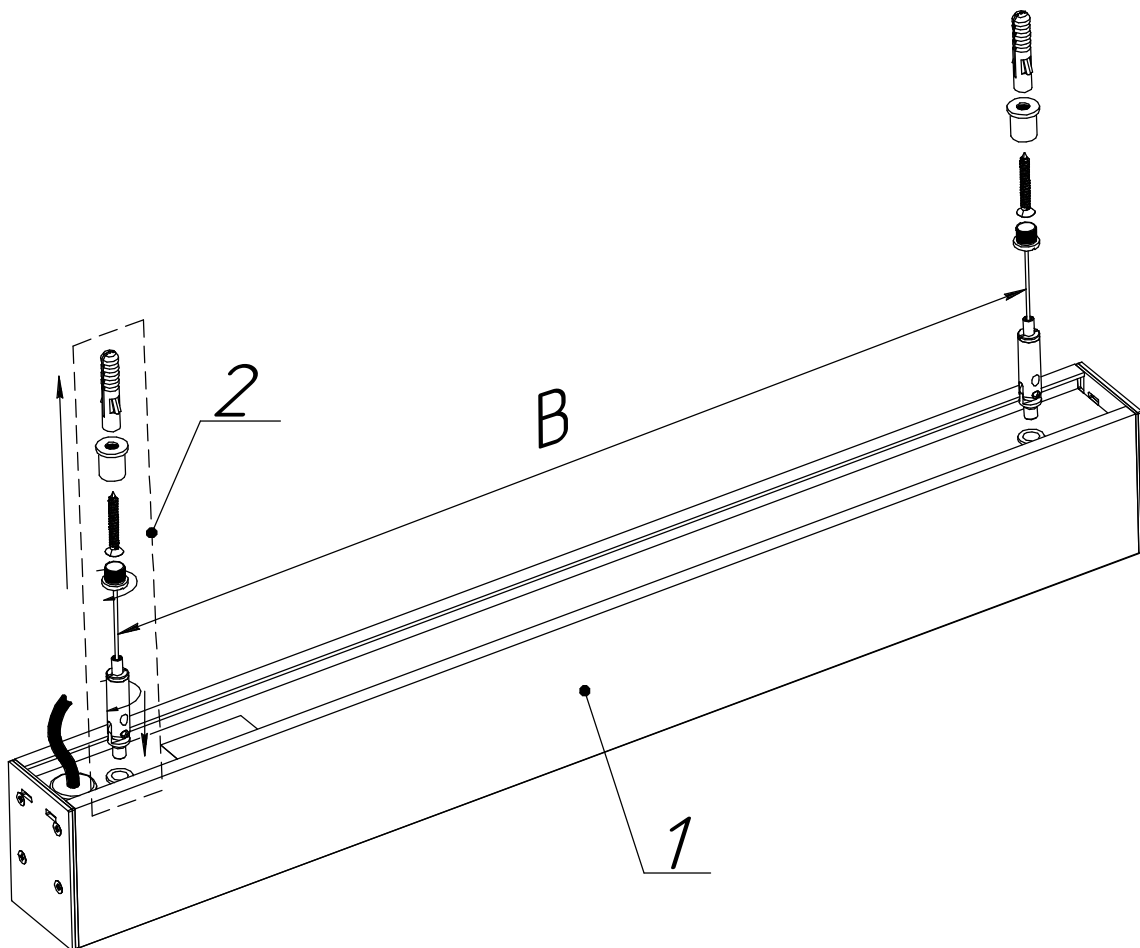

Рисунок 3 - Схема подвеса светильников серии ДПО02 Line 5070 EM3 MT IP54:
5.4. Установка светильника на тросовый подвес (заказываются дополнительно) (см. рисунок 3):